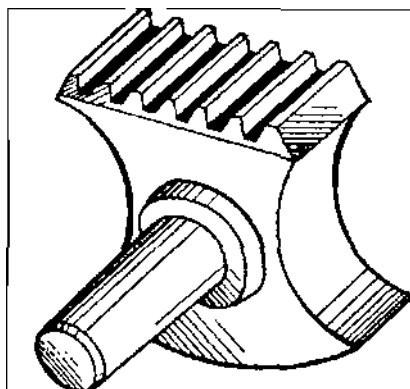
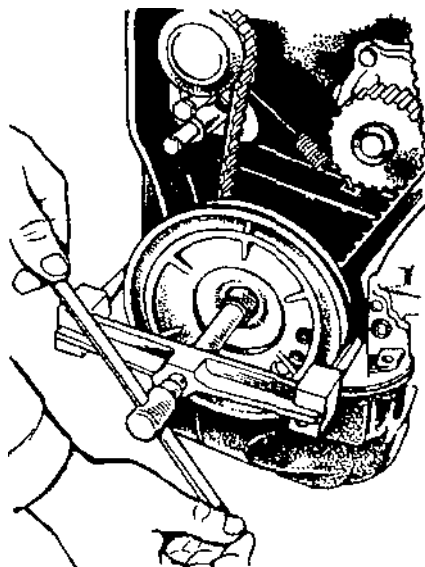
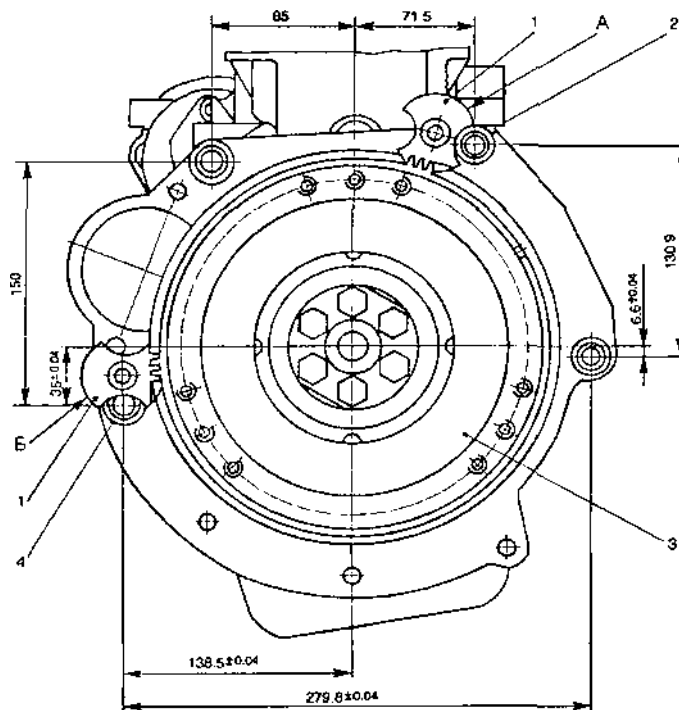

Рис. 2.24.4. Стопор маховика М9840-878.
Рис. 2.24.6. Снятие ведущего шкива привода генератора.
Рис. 2.24.5. Стопореание маховика при разборке и сборке:
2. Снять головку цилиндров (п. 2.6). Закрепить маховик стопором М9840-878 (рис. 2.24.4, рис. 2.24.5) для предотвращения проворачивания коленчатого вала, отвернуть гайку, снять шайбу и универсальным съемником - ведущий шкив привода генератора (рис. 2.24.6).